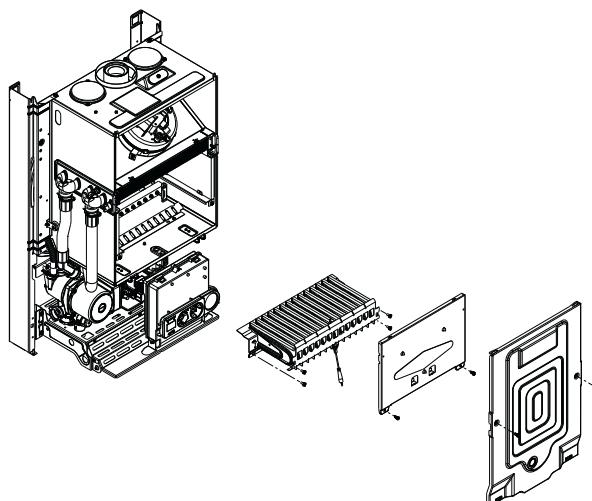

рис. 4.7
- Снимите в следующей последовательности: облицовку, крышку воздухозаборной камеры и крышку камеры горения (рис. 4.7)